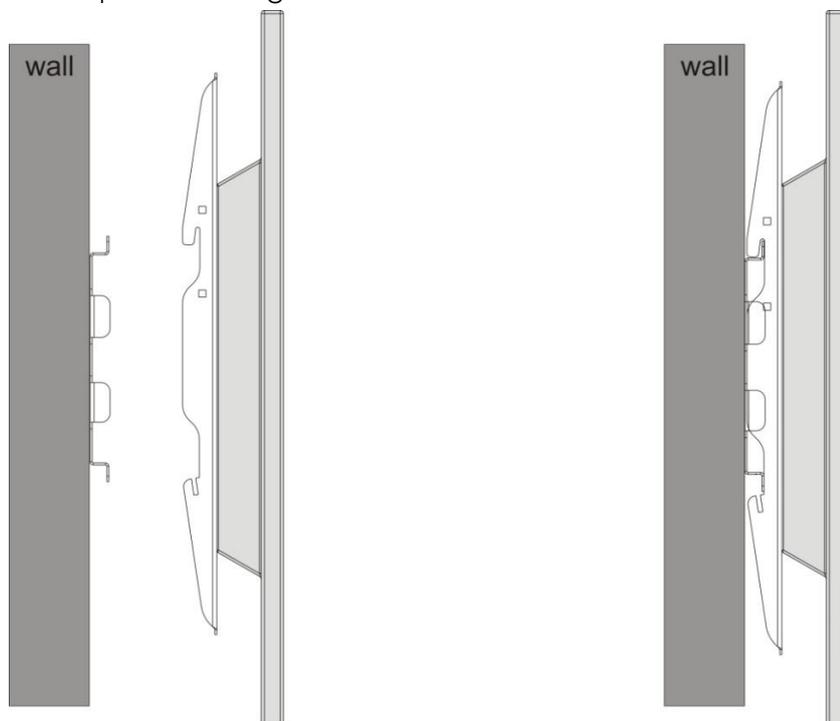

Fig. 7
- Une fois le support mural correctement fixé contre le mur, soulevez doucement votre télévision avec l'aide d'une autre personne et placez les crochets supérieurs au-dessus du rail de la plaque murale, comme cela est indiqué dans la Fig. 7.